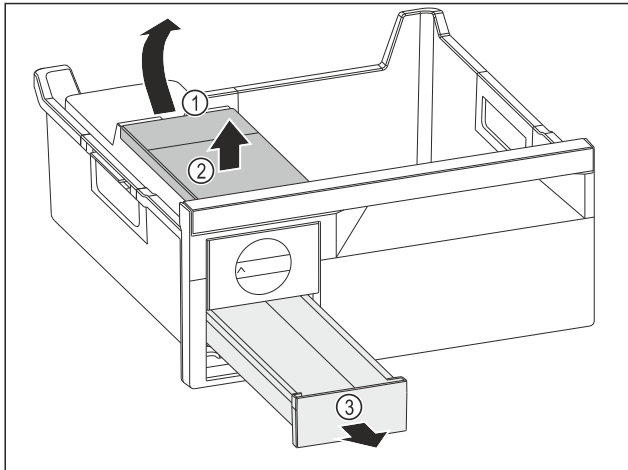

Fig. 110
- ▶ Sacar el depósito de agua: Subir el depósito de agua por la entalladura Fig. 110 (1).
- ▶ Extraer el depósito de agua Fig. 110 (2) por arriba.
- ▶ Extraer el cajón para cubitos de hielo Fig. 110 (3) por delante.